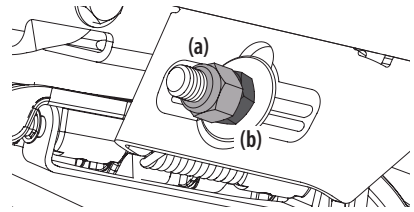

Figura 31
5. Para **elevar** el frente de la plataforma, extraiga la tapa de extremo, afloje la contratuerca exterior (a) y apriete (rosca hacia adentro) la tuerca interior (b) contra la ménsula de suspensión delantera. Consulte la Figura 31. Una vez alcanzado el ajuste adecuado, vuelva a ajustar la contratuerca exterior (a) y vuelva a colocar la tapa de extremo.
6. Para **bajar** el frente de la plataforma, extraiga la tapa de extremo, afloje la contratuerca exterior (a) y afloje (rosca hacia afuera) la tuerca interior (b), alejándola de la ménsula de suspensión delantera. Consulte la Figura 31. Cuando se logre el ajuste correcto, vuelva a ajustar la contratuerca exterior (a) a 57 pies-libras (77 N-m) y vuelva a colocar la tapa de extremo.